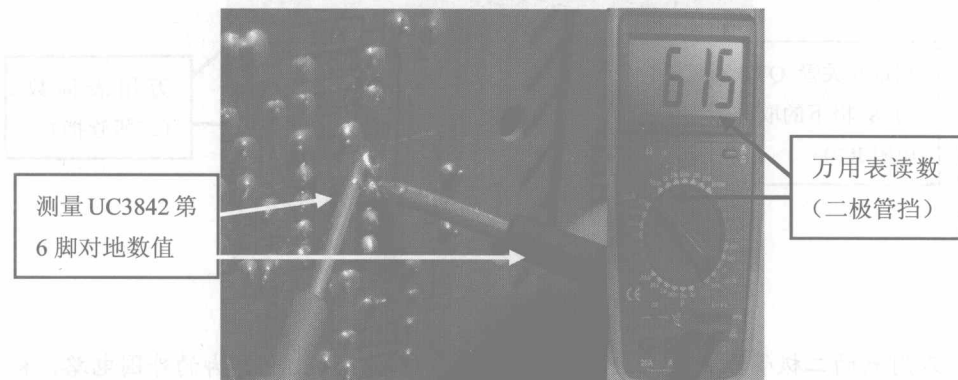
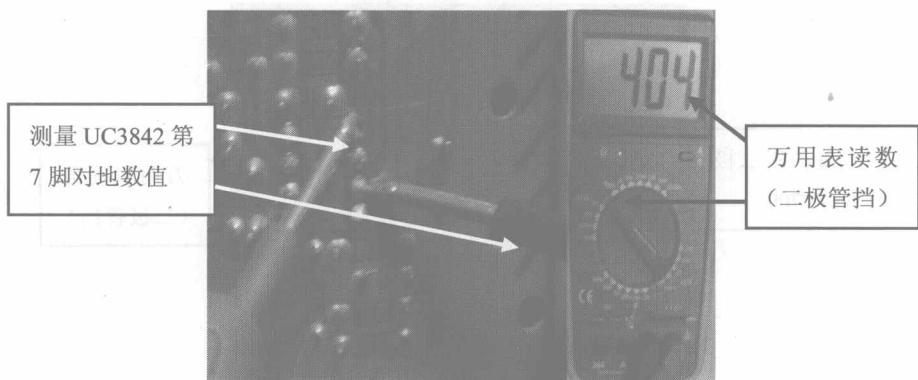

图 1-15
图 1-16
- ⑩ 再次用二极管挡检查开关管电源控制芯片 UC3842 第 6 脚、第 7 脚的对地电阻, 测得其数值均在正常范围内, 说明 UC3842 第 6 脚、第 7 脚的外围电路正常, 如图 1-15、图 1-16 所示。